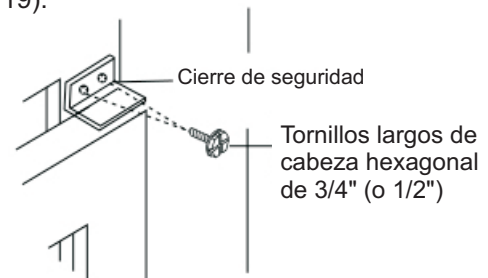

Fig. 19
2. Coloque el cierre de seguridad en ángulo recto (Fig. 19).